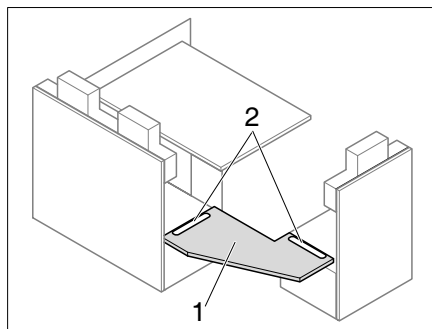
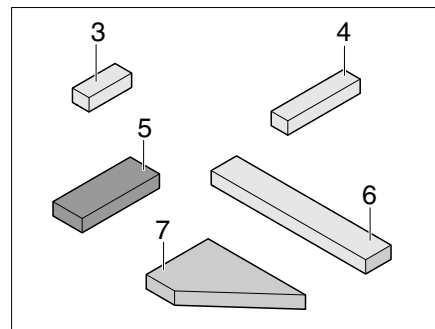
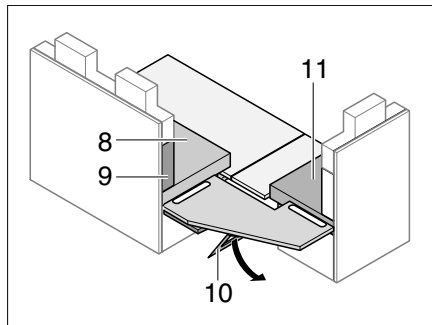
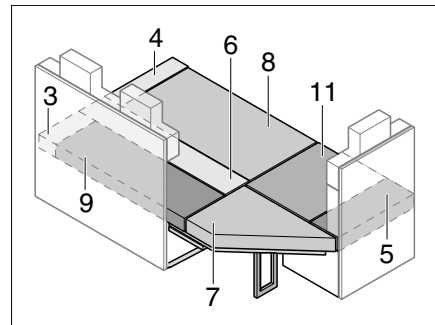

Fig. 183 Placer la plaque de renforcement
Fig. 184 Coussin supplémentaire
Fig. 185 Soutenir la plaque de renforcement
Fig. 186 Après la transformation
- Insérer la plaque de renforcement (Fig. 183,1) dans les encoches (Fig. 183,2).
- Déployer le support (Fig. 185,10) en dessous de la plaque de renforcement (Fig. 183,1).
- Placer les coussins d'assise, de dossier et les coussins supplémentaires comme montré à la Fig. 186 (les numéros de référence se rapportent à Fig. 184 et Fig. 185).
- Déployer les rallonges de la banquette (Fig. 183).